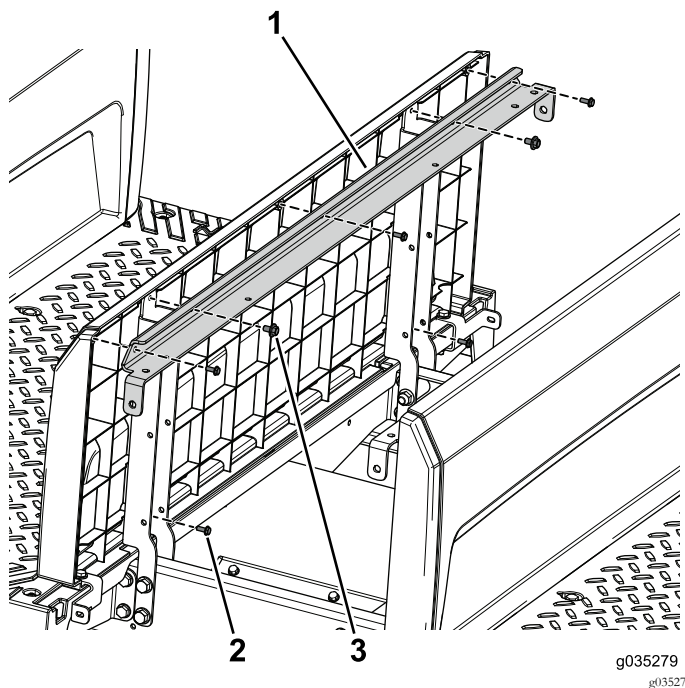

Figura 94
- Utilice los 5 tornillos (Nº 10 x 1/2") para sujetar el panel trasero al soporte biselado y a los soportes del asiento (Figura 94).